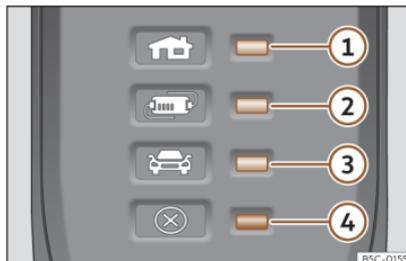

Fig. 211 En el cable de carga para tomas de corriente: Testigos de control en el dispositivo de protección.
»» **fig. 211:**
El dispositivo electrónico de protección »» **fig. 211** hace que el conector de carga
Uno o varios testigos de control »» **fig. 211** 1, 2 o 3 se iluminan en verde.
Indicación »» fig. 211	Significado
Si el testigo de advertencia ④ rojo parpadea o se enciende sin que se encienda a su vez de forma permanente un testigo de control >>> fig. 211 ①, ② o ③ el indicador de funcionamiento, hay una avería.
Indicación >>> fig. 211	Significado